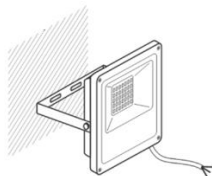

Рисунок 2 – Монтаж прожектора.
- 5.3. Установите прожектор на поверхности при помощи скобы с крепежными отверстиями (Рисунок 2). Отрегулируйте угол наклона прожектора винтами осевого крепления на корпусе.